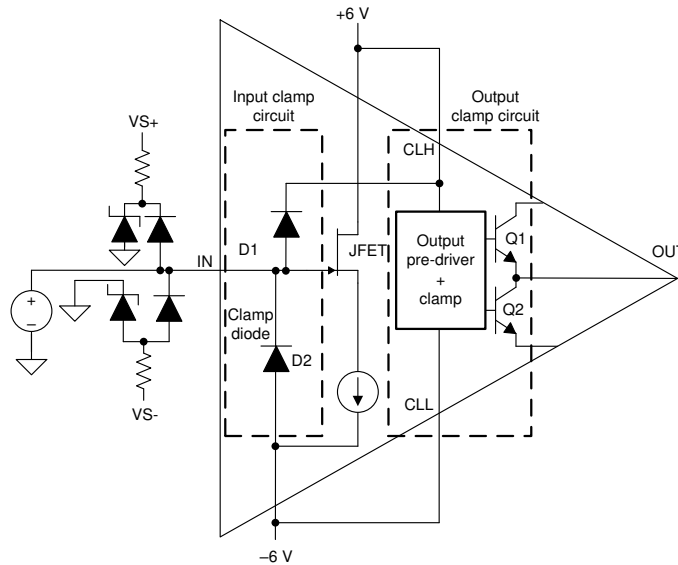

図 7-2. 外部入力クランプ回路
- 図 7-2 に、D1 と D2 が電流定格 100mA に満たない場合の、外付けクランプ ダイオードの使用法を示します。外部クランプを使用する場合は、CLH と CLL を V_{S+} および V_{S-} に接続することで、BUF802 の内部保護を無効化します。
- 図 7-2 は、CLH と CLL をそれぞれ V_{S+} と V_{S-} に接続することで、内部クランプが無効化されることを示しています。クランプが無効化されているとき、最大出力スイングはセクション 5.5 に記載されている出力スイングの仕様によって制限されます。セクション 5.7 に、出力クランプの応答時間と精度を示します。